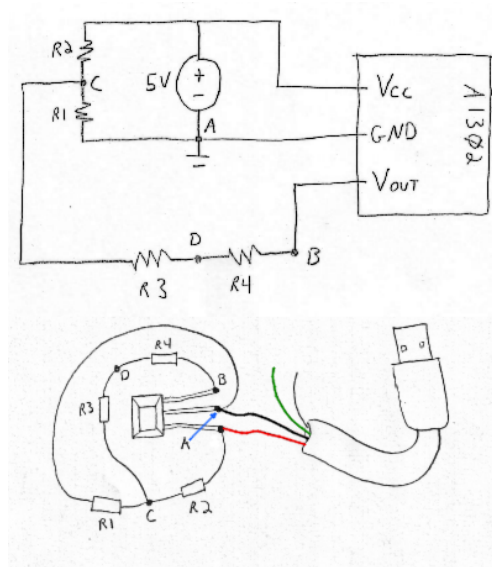

Figura 12.3: Esquema de montagem do circuito II.
1. Usando o protoboard e jumpers monte o circuito da Figura 12.3.